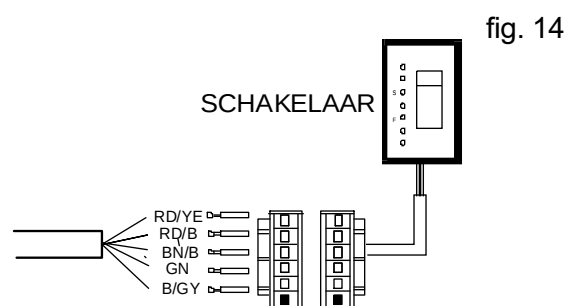

fig. 14
2. Schakelaar. Demonteer het middenconsole-paneel. Maak m.b.v. een smeltmal een gat van 23x36 mm. Zie fig. 13. Plaats de bedrading in de juiste posities- de overeenkomstige draadkleuren- in de contraconnector van de schakelaar. Zie fig. 14. Plaats de connector op de schakelaar.